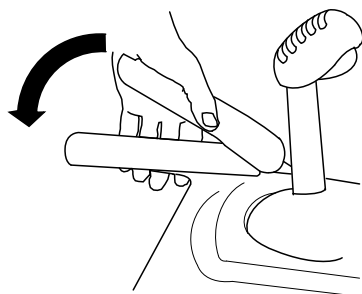

Figura 5
3. Premete la leva sinistra (della trazione) contro l'impugnatura (Figura 5).
6. Premete la leva sinistra (della trazione) contro l'impugnatura (Figura 5).